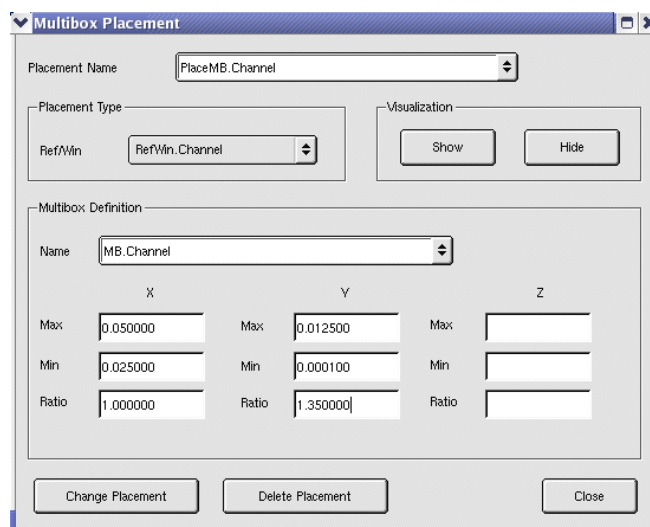

图 4
1、Mesh->Multibox Placement, 弹出如图 4 所示的窗口